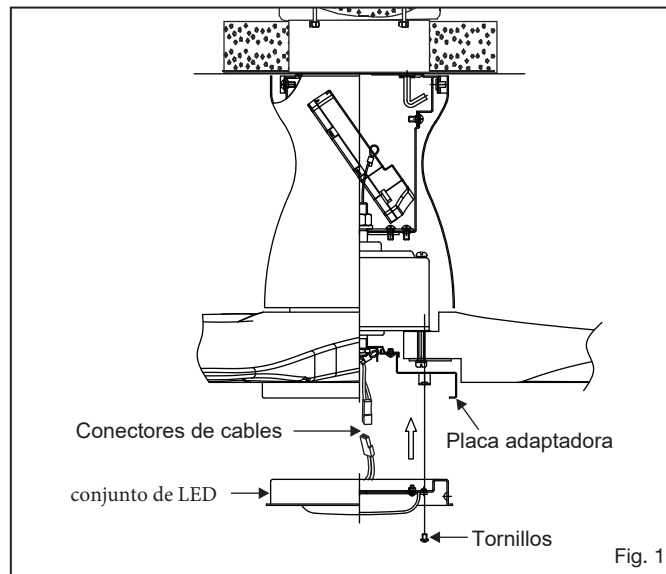

Fig. 1
- 2 Mientras sostiene el conjunto de LED debajo de su ventilador, realice las conexiones del enchufe polarizado: (Fig. 1)